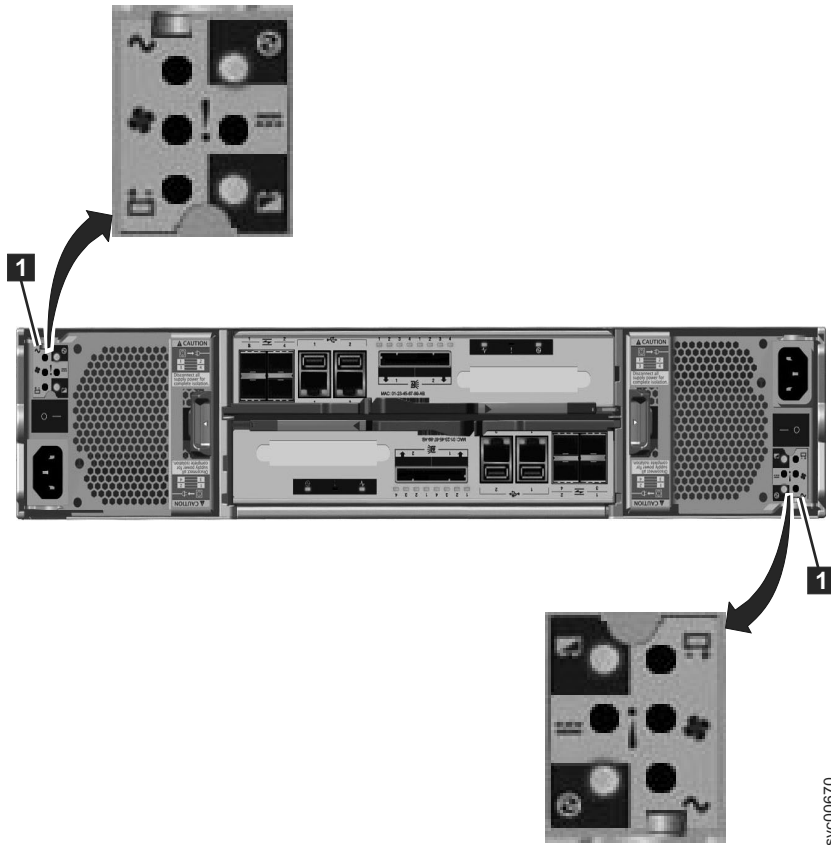

Figura 21. LEDs nas Unidades da Fonte de Alimentação do Gabinete de Controle
1. Utilize o LED estado da falha de energia AC, de fonte de alimentação OK, de falha de ventilador e de energia DC em cada unidade de fonte de alimentação no gabinete para determinar se há energia no sistema ou se há problemas de energia. A Figura 21 na página 56 mostra os LEDs na unidade de fonte de alimentação para o 2076-112 ou 2076-124. Os LEDs nas unidades de fonte de alimentação para o 2076-312 e 2076-324 são parecidos, mas eles não são mostrados aqui.